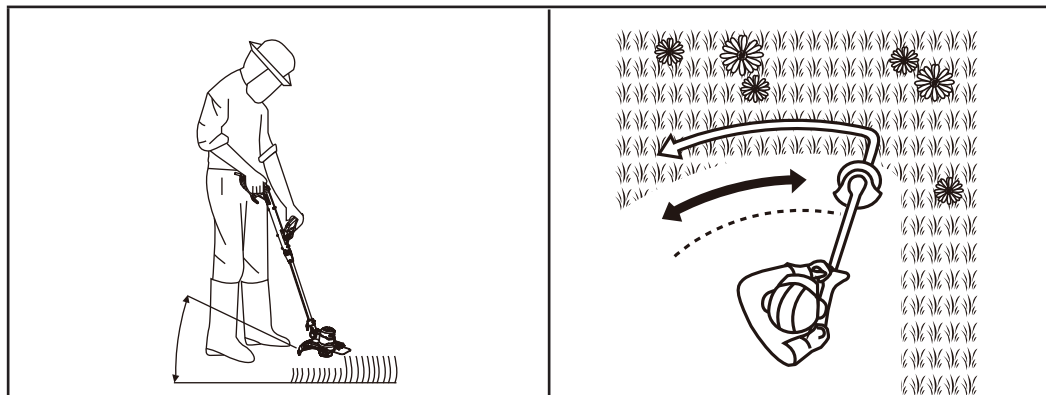

Fig. 7
- S'assurer que la position de travail est stable et maintenir fermement la machine avec les deux mains au niveau de la poignée supérieure (1) et de la poignée secondaire (4).
- Placer la tête de coupe (17) juste au-dessus du sol à un angle d'environ 30° (Fig. 7).
- Déplacer lentement et régulièrement la machine de gauche à droite en formant un arc, puis revenir à la position de départ avant de couper la zone suivante (Fig. 7).